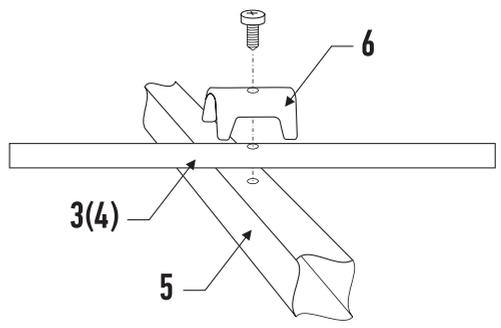

Рис.3 Установка директора и рефлектора на траверсу
3. Установить директор и рефлектор с помощью винтов-саморезов и фиксирующей скобы, как показано на рис.3. Обратите внимание! Директор короче петлевого вибратора, а рефлектор-длиннее.